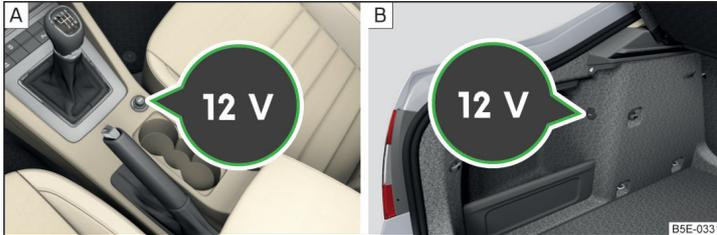

Abb. 92 Abdeckung der 12-Volt-Steckdose: in der Mittelkonsole vorn / im Gepäckraum
Einbauorte der 12-Volt-Steckdosen » Abb. 92
➤ Die Abdeckung der Steckdose abnehmen » Abb. 92 - **A**.
- Die Abdeckung der Steckdose öffnen » Abb. 92 - **B**.